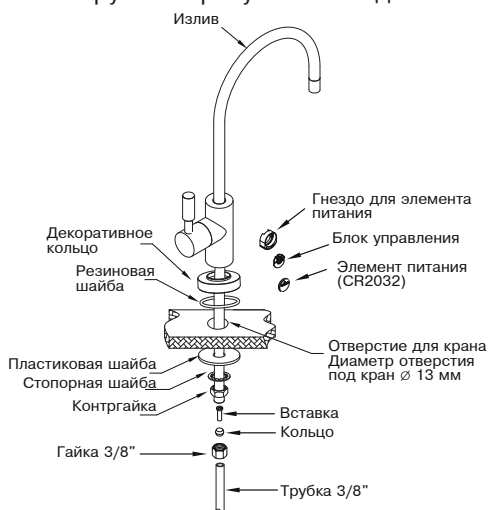
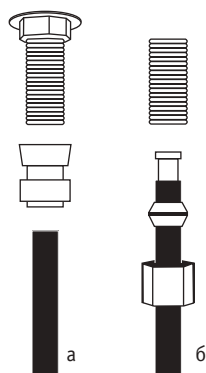

Рис. 8
Рис. 9
Монтаж крана чистой воды производите согласно **рис. 8**. В комплекте с краном чистой воды может поставляться набор деталей для осуществления соединения с трубкой, либо кран чистой воды может иметь в своем составе быстроразъемный коннектор. На **рис. 9а, б** приведены возможные способы подключения синей трубки к крану чистой воды.
8. Откройте кран подачи воды (B). Включите электропитание, если в системе присутствует насос.
10. Через пять минут вода начнет капать из крана чистой воды (A). Дайте воде капать в течение 10 мин., после чего закройте кран чистой воды (A). Через несколько минут вода перестанет поступать в дренаж из черной трубки. Теперь в системе установилось максимально возможное давление чистой воды. Еще раз потяните трубки для проверки соединения.
11. Откройте кран бака (C), повернув его на 90° — начнется процесс заполнения бака. Это займет несколько часов в зависимости от входного давления воды.
12. После заполнения бака (вы услышите, что вода больше не течет в дренаж и насос (если есть) не работает) откройте кран чистой воды (A) и дождитесь, пока вся вода не вытечет.
13. Закройте кран чистой воды (A). Дайте баку наполниться во второй раз. Этот процесс займет около 2 часов. Затем слейте воду из бака.
17. Убедитесь в отсутствии протечки внизу корпуса крана чистой воды, затяните гайку крана (**рис. 8**).